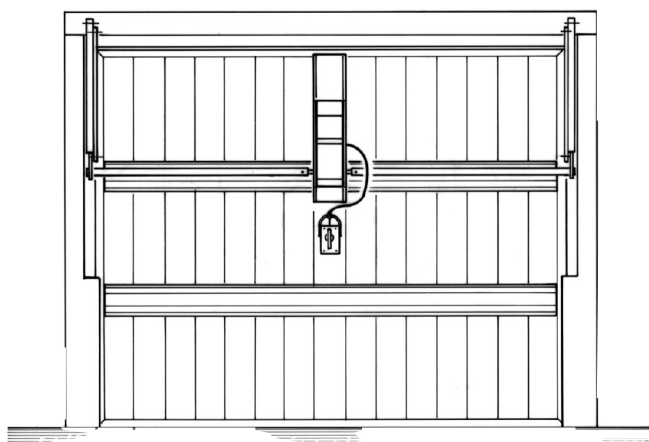

Abb. 5
Für Türen mit einer Breite bis zu 3,2 m oder jedenfalls bis zu 9 qm Oberfläche ist die Anwendung eines ECOPESI S (AA40806) wie in Abb. 5 montiert und zwei GERADER TELESKOPSTANGEN KOD. ACG8158 (oder zwei GEBOGENER TELESKOPSTANGEN KOD. ACG8159) und des Zubehörs für die seitliche Übersetzung unerlässlich.
- An der anderen Seite verkürzen, damit sie auf die Teleskopstangen geschoben werden können. Sich versichern, daß die ÜBERSETZUNGSRÖHRE nicht auseinanderstehen (Abb. 12). Durch die Anwendung des "ÜBERSETZUNGSRÖHRES L=3m" (KOD. ACG2090) wird die Bewegung des DREHMOMENTES DER GERADEN TELESKOPSTANGEN KOD. ACG8158 (oder der GEBOGENEN TELESKOPSTANGEN KOD. ACG8159 - **ZUM ÜBERSETZUNGSRÖHR SCHWEISSEN!**) übersetzt, die immer seitlich montiert werden müssen (Abb. 5).